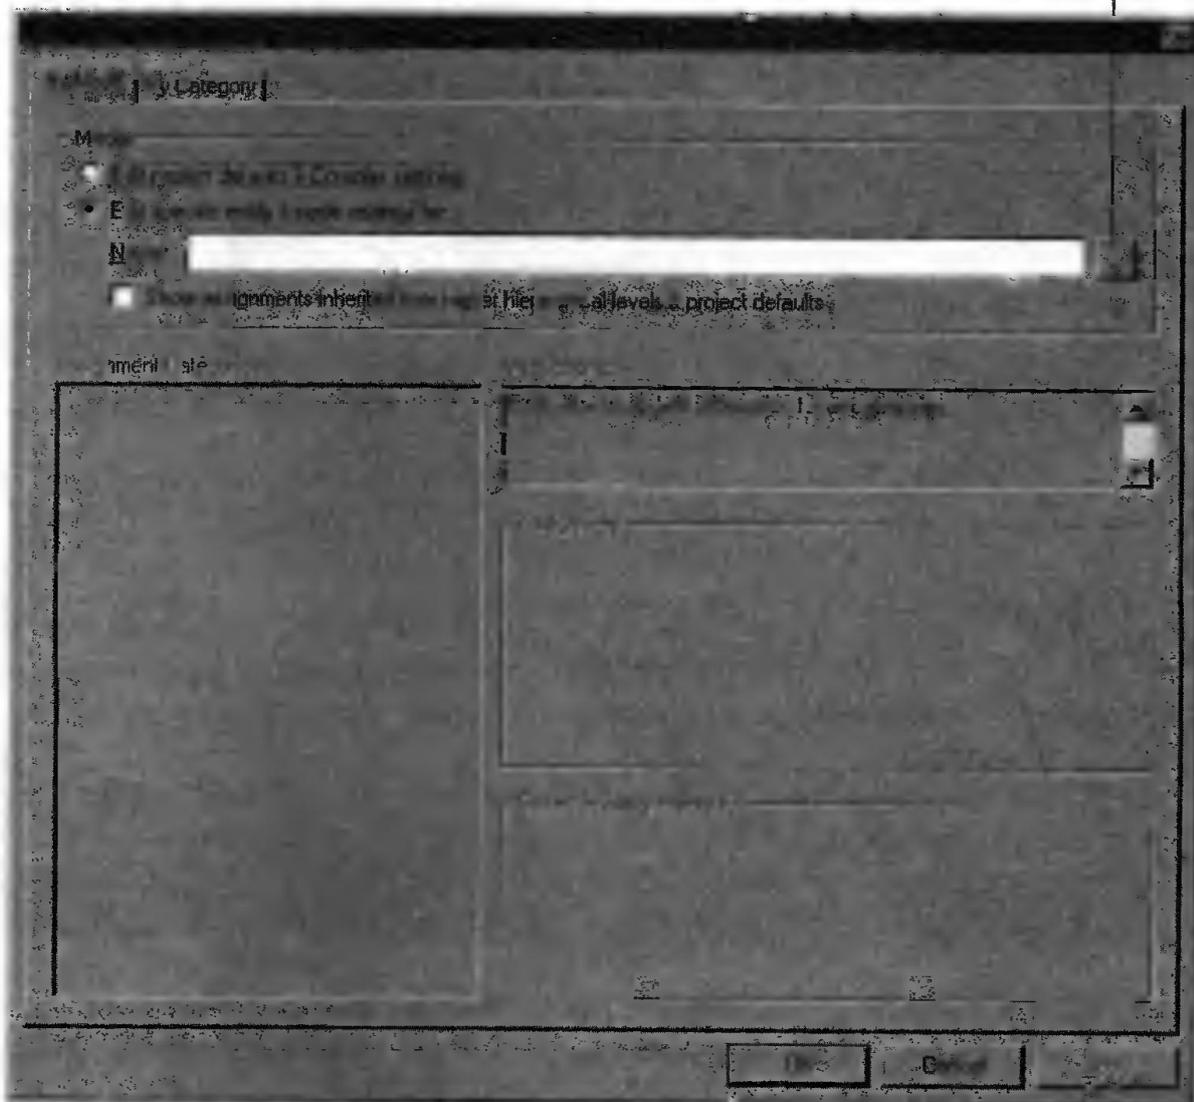

Рис. 3.57
2. Под надписью **Mode** (режим) выберите **Edit specific entity and node settings** (редактирование заданного объекта и параметров узла) (рис. 3.57).